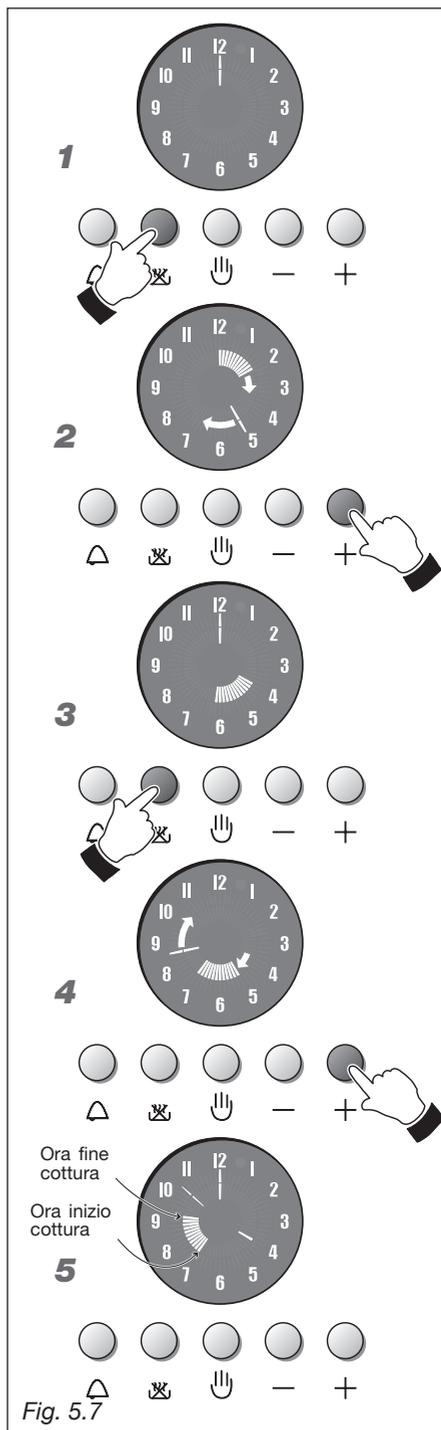

Fig. 5.7
COTTURA AUTOMATICA (fig. 5.7)
1. Fig. 5.7 - Impostare il tempo di cottura premendo il pulsante , si spengono le lancette dell'orologio e si accende una lancetta sul 12.
2. Fig. 5.7 - Entro 7 secondi premere il pulsante  ed una lancetta luminosa (come quella dei minuti e dei secondi) viene attivata. Ogni segmento di incremento indica un minuto. Inoltre ogni incremento di 12 minuti accende un segmento interno (5 segmenti equivalgono ad un'ora). Se si è superato il tempo desiderato premere il pulsante  fino a regolazione avvenuta.
3. Fig. 5.7 - Entro 7 secondi premere ancora il tasto ; i segmenti interni accesi si andranno a posizionare sull'ora attuale.
4. Fig. 5.7 - Premere entro 7 secondi il tasto  fino a spostare i segmenti accesi sull'ora in cui si desidera avvenga la cottura. Se si è superato l'ora desiderata premere il pulsante  fino a regolazione avvenuta.
5. Fig. 5.7 - Dopo 7 secondi tornano a visualizzarsi le lancette dell'orologio e i segmenti accesi indicano il periodo di cottura.